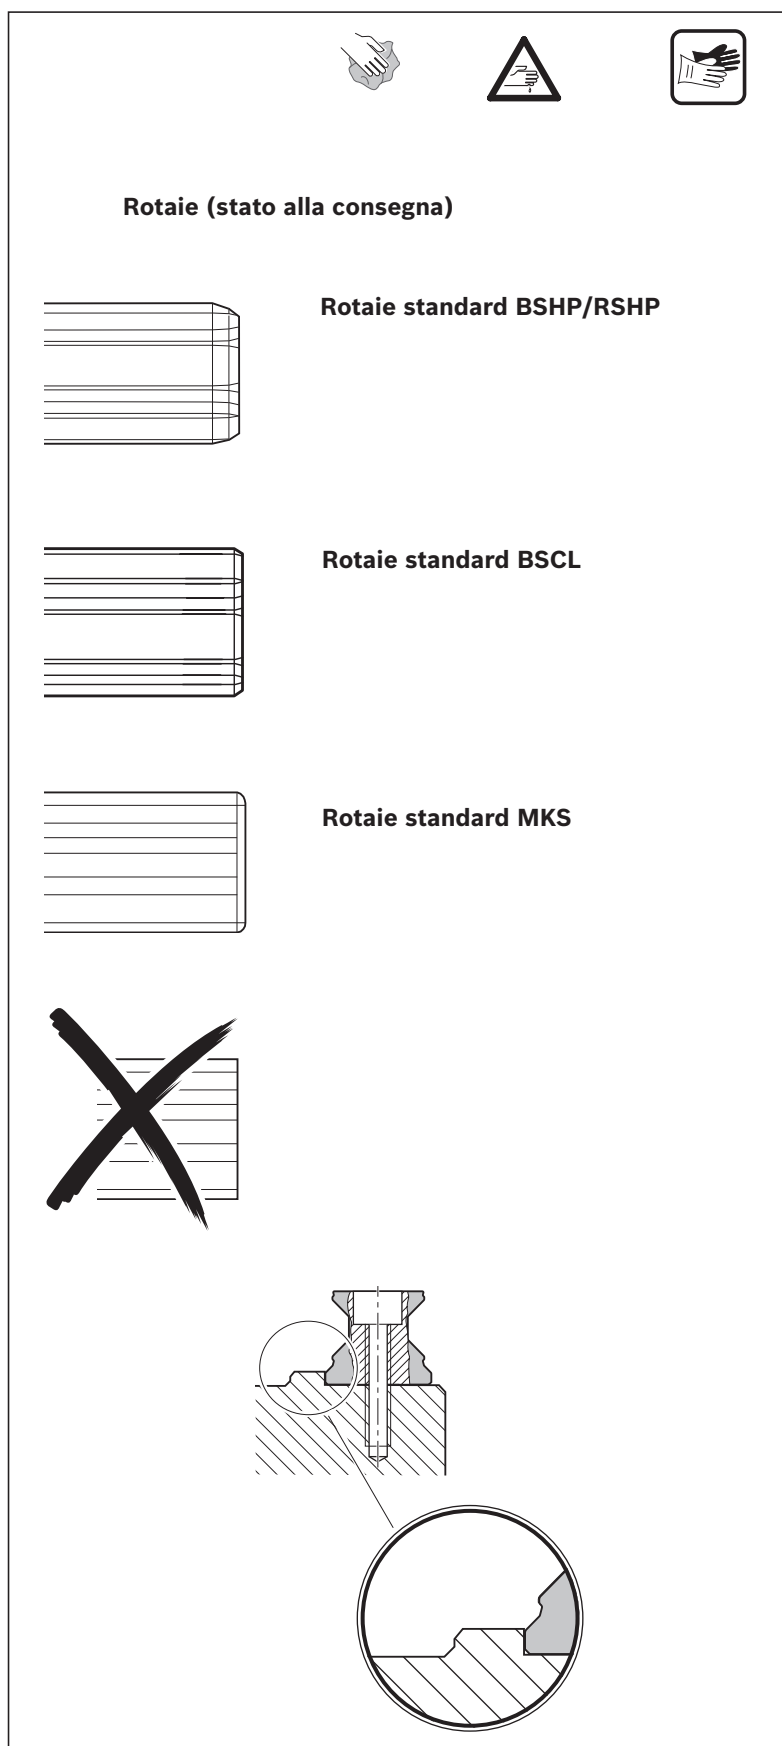

Fig. 11: Preparazione delle rotaie
- In caso di fornitura di rotaie BSHP/RSHP con lunghezza di fabbrica/ in unità di imballaggio è necessario smussare le estremità della rotaia secondo la Fig. 11. Per ulteriori informazioni in merito vedere le istruzioni "Easy Customizing R320103159".